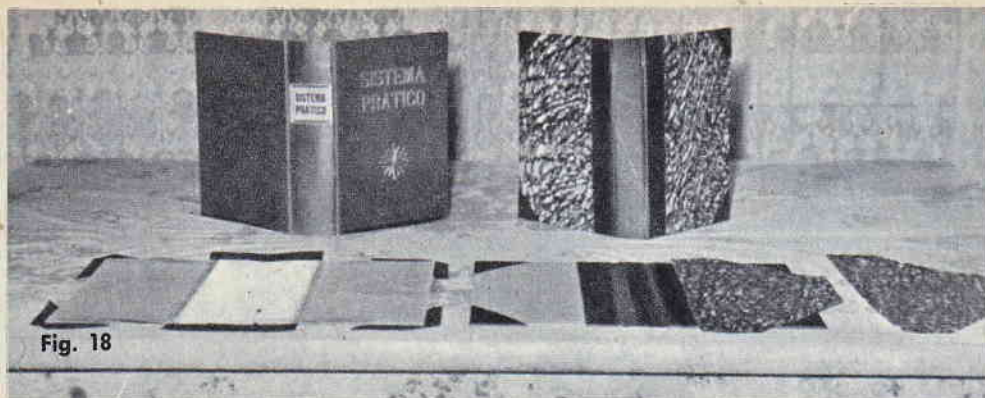

Fig. 18
**Fig. 18.** - Per ottenere una copertina in grado di ben figurare nella vostra libreria si dovranno apportare alcune rifiniture di carattere estetico come, ad esempio gli angoli alle estremità della copertina ed il foglio di carta stampata che acquisterete secondo il vostro gusto e del colore che preferite fino ad ottenere una copertina che la foto vi mostra vicino a quella di Sistema Pratico.